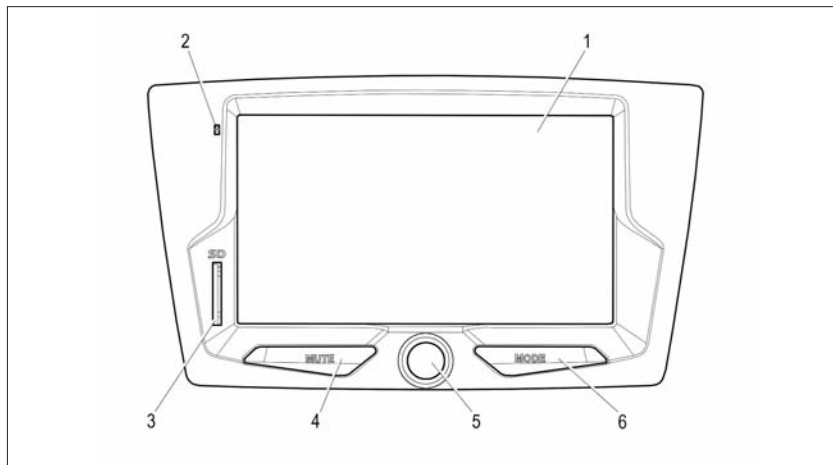

Рис. 1. Лицевая панель радиоприёмника
2.1.1 Для включения радиоприёмника нажмите на **ручку 5** (рис. 1). Для выключения нажмите
ручку 5 (рис. 1) и удерживайте ее в нажатом положении более 2-х секунд. Для перезагрузки удерживайте нажатой **ручку 5** (рис. 1) до появления логотипа ЛАДА.
2.2.1 Для выключения звука нажмите кнопку **MUTE** (рис. 1). Для включения звука нажмите кнопку повторно или поверните ручку регулировки звука.
2.3.1 Кнопка **MODE** (рис. 1) служит для переключения режимов работы радиоприёмника, при этом будут отображаться только активные режимы.
Регулировка громкости осуществляется вращением **ручки 5** вправо или влево (рис. 1).
2.5.2 Последовательным нажатием кнопки **MODE** (рис. 1) или нажатием отображаемых на дисплее кнопок выберите желаемый режим.
– кнопкой **MODE** (рис. 1).